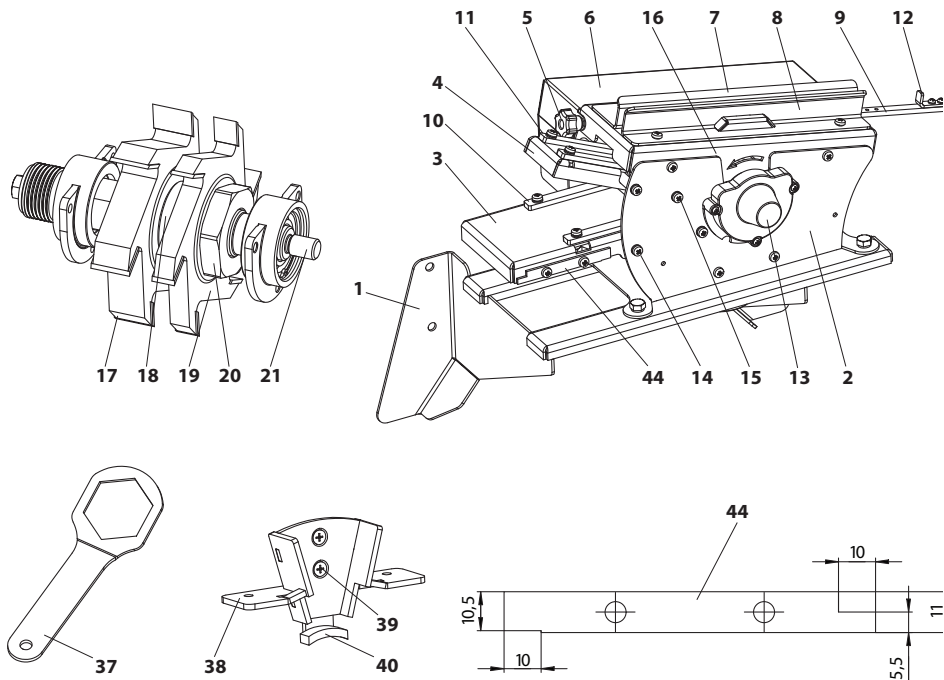

Рисунок 2. Общий вид приставки
- снять упор 8, планку 9 (рис. 2);
- снять кожух 13 (рисунок 2);